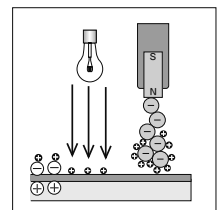

図6
(6)最後に、また静電気の力で、感光紙にすこし残った黒い粉をブラシできれいにふき取ります。これを『くりーんぐクリーニング』といいます。(図6)